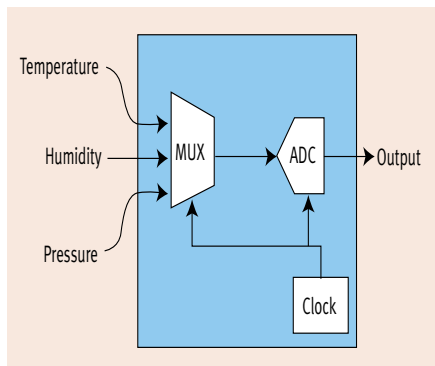

图3: 单个高分辨率ADC原理示意图
**单个高分辨率ADC**——单个高分辨率ADC的优点是简单(见图3)。如果使用16位ADC，对于较小动态范围的信号，丢失3、4或5位会使该信号的有效分辨率降至11至14位。然而，对于大多数传感器来说此精度足够了，因为其精度相当于0.05%或更佳。